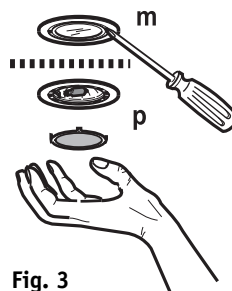

Fig. 3
2. Dégagez le plafonnier (**p**-**Fig. 3**) à l'aide d'un tournevis normal ou d'un outil approprié permettant de faire levier (**m**-**Fig. 3**).